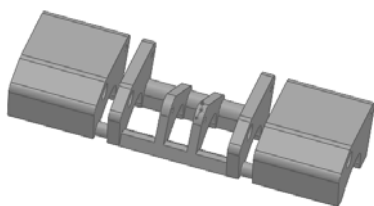

图 8-37 修改后的模型 1
(4) 单击“特征”工具栏中的 (Instant3D) 按钮，退出 Instant3D 特征操作，修改后的模型如图 8-37 所示。